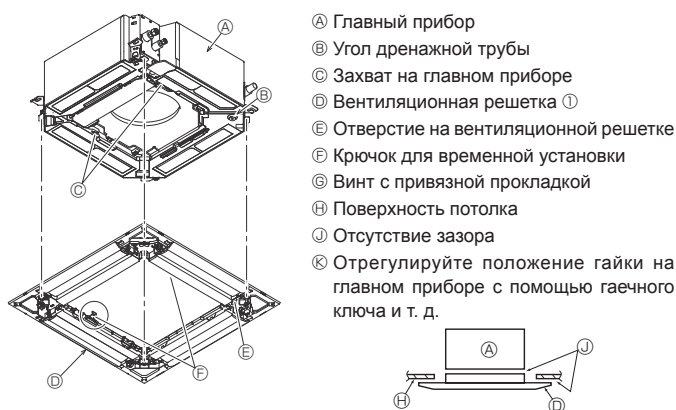

Fig. 6-6
### 6.4.2. Временная установка вентиляционной решетки (Fig. 6-6)
- Закрепите решетку на главном приборе, затянув заранее установленные винты. (Fig. 6-6)
Убедитесь в отсутствии зазоров между главным прибором и вентиляционной решеткой или между вентиляционной решеткой и поверхностью потолка. (Fig. 6-6)